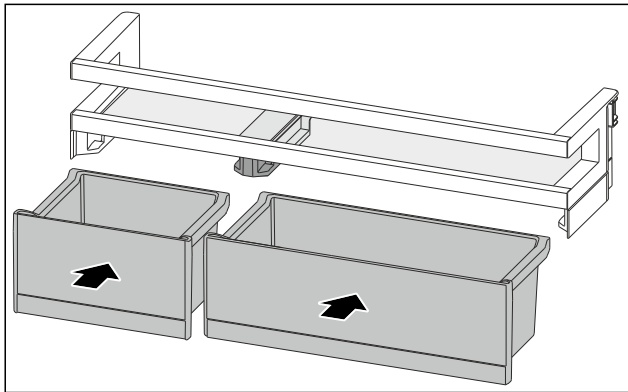

Fig. 116
- Inserire i VarioBox in posizione scambiata. (vedere Fig. 116)